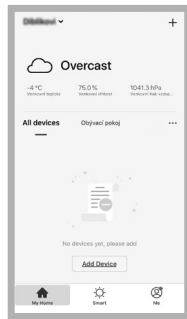

Fig. 6
3. Nell'applicazione premere il tasto "+" o „Add device“ (fig. 6) per aggiungere un nuovo dispositivo.